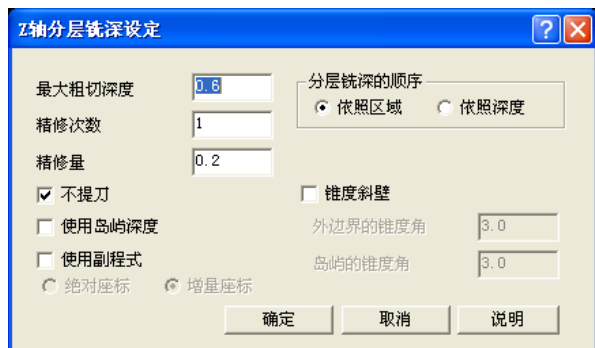

图 1-27 Z 轴分层铣深设定
3) 单击“分层铣深”，输入最大粗切深度：0.6、精修次数：1、精修量：0.2，勾选“不提刀”，其余默认，单击“确定”退出，如图 1-27 所示。